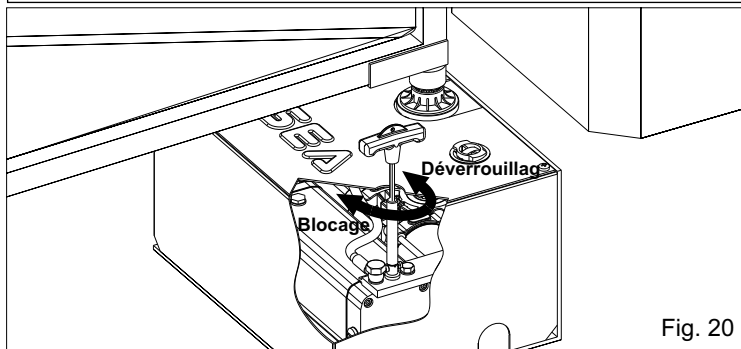

Fig. 20
- Insérer la clef dans la poignée de déverrouillage et tourner la poignée d'environ 180° dans le sens anti-horaire (Fig. 20).